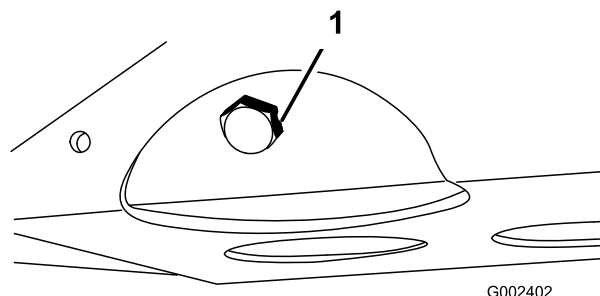

Figura 46
2. Retire o tampão de escoamento (1) e deixe o óleo escorrer para um recipiente adequado (Figura 46). Quando o óleo parar, volte a montar o tampão de escoamento.